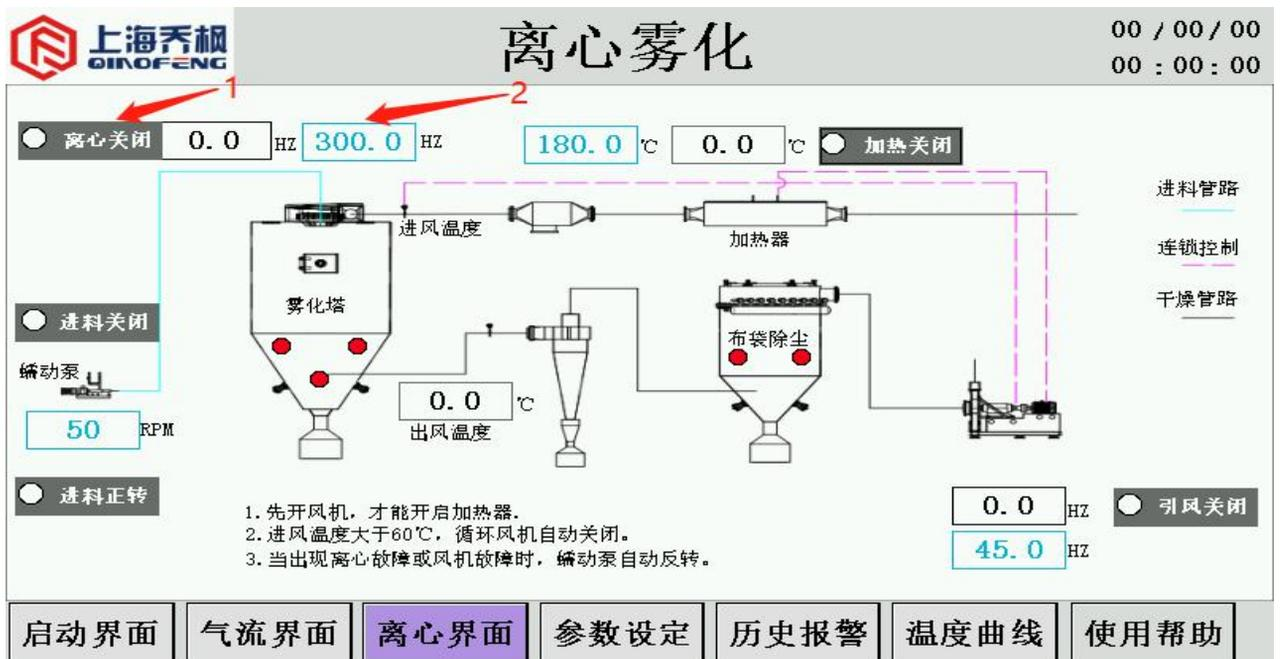

图 11
(7) 点击“离心雾化按钮”2，停止雾化电机。显示状态如图 11 所示。